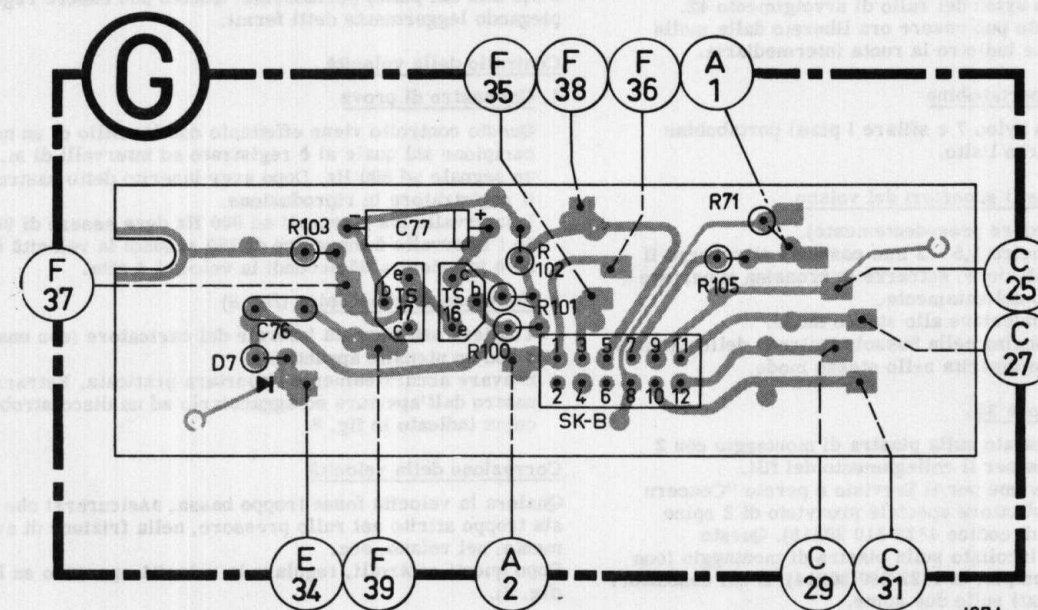

Fig. 10
- The connection between points 7 and 8 of SK-B is cancelled. R105 (10 k, □) has been added between 7-SK-B and junction D2/R10/R71. R71 has been changed to 10 k (□). As a result, p.c. board © has been modified. Also see Fig. 10.
- La liaison entre les points 7 et 8 SK-B est supprimée. R105 (10 k, □) a été inséré entre 7 SK-B et le noeud D2/R10/R71. R71 passe à 10 k (□). De ce fait, la platine © a été modifiée. Voir aussi fig. 10.
- Il collegamento fra i punti 7 e 8 SK-B è stato soppresso. R105 (10 k, □) è stata inserita fra 7 SK-B e il nodo D2/R10/R71. R71 è passato a 10 k (□). Visto questo, la piastra stampata © è stata modificata. Vedi anche fig. 10.
- De verbinding tussen de punten 7 en 8-SK-B is vervallen. R105 (10 k, □) is toegevoegd tussen 7-SK-B knooppunt D2/R10, R71 is gewijzigd in 10 k (□). Hierdoor is print © gewijzigd. Zie ook fig. 10.